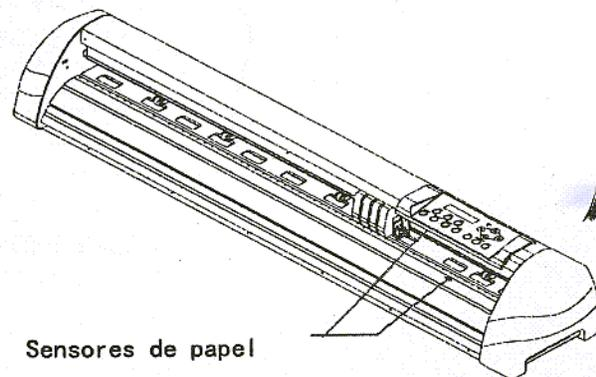

Figura 2-18
**Nota:** Asegúrese de que el material tapa los sensores de papel sobre la bancada cuando cargue el material. Como mínimo uno de los dos sensores (Figura 2-18) debería cubrirse. Una vez el material cubra un sensor, el ploter cortador medirá de forma automática, la anchura y la longitud del material.